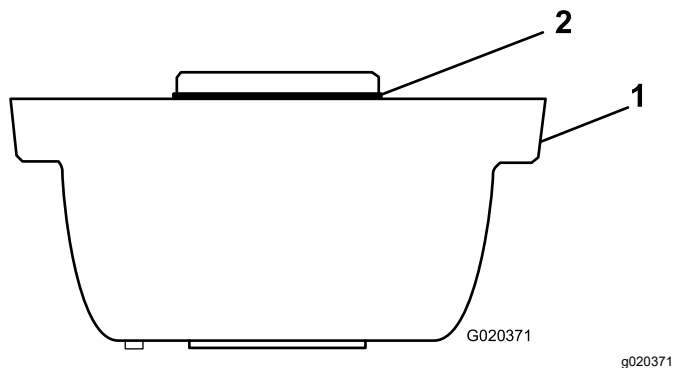

図 3
1. ローラブラシのハウジングにOリングがついていることを確認する 図 3。